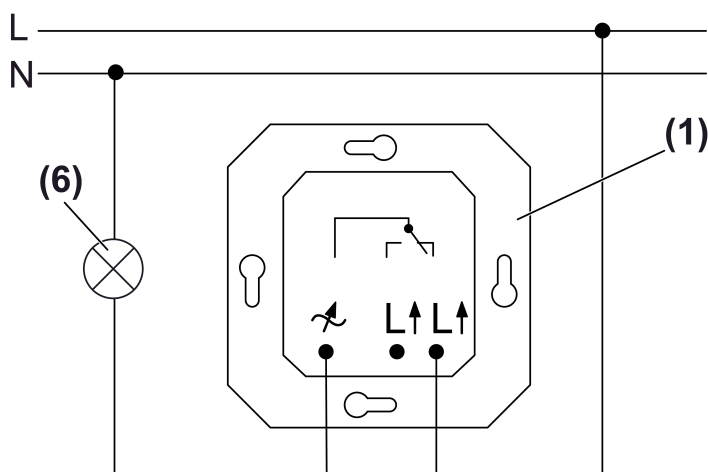

Figure 2: Schéma de raccordement
- Raccorder l'appareil de commande (1) et la lampe (6) conformément au schéma de raccordement (figure 2).